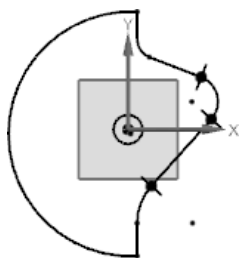

图 5.12.3 绘制圆角
**Step 4** 选择下拉菜单 **插入(S)** → **曲线(C)** → **圆角(F)...** 命令, 绘制图 5.12.3 所示的圆角。